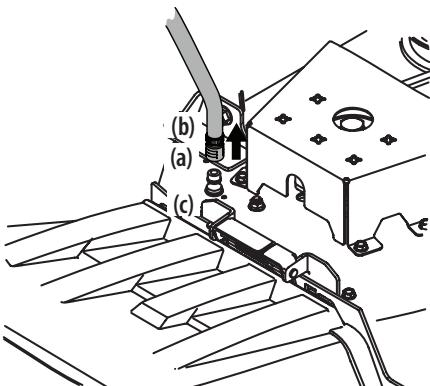

Figure 30
3. Tirez sur le collier d'arrêt (a) de l'adaptateur de buse (b), puis poussez l'adaptateur de buse sur la buse de nettoyage du plateau (c). Relâchez le collier d'arrêt pour verrouiller l'adaptateur de busess sur la buse de nettoyage du plateau. Consultez la Figure 30.